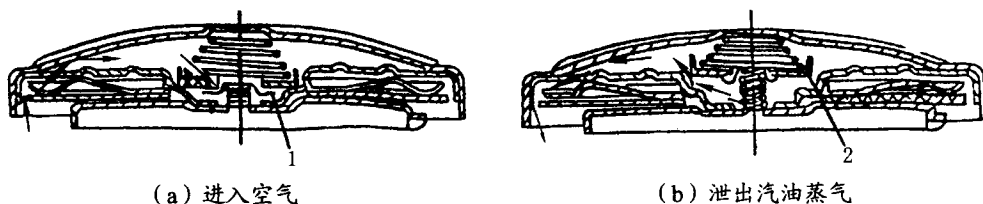

图 1-3 带有空气阀和蒸气阀的油箱盖
(2) 汽油箱的连接油管会因接头及开关的松动而漏油, 汽油箱会因有裂纹而漏油。
(3) 油箱盖与加油口不能紧密吻合。油箱盖进、出气阀堵塞, 通风不良, 影响供油或中断供油。如果汽油箱固定箍带松动, 油箱不稳, 还容易发生危险。带有空气阀和蒸气阀的油箱盖如图 1-3 所示。